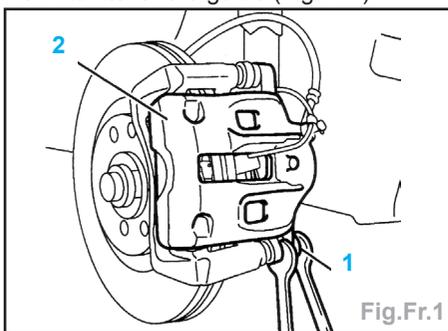

Fig.Fr.1
- Déposer la vis (1) de fixation inférieure en maintenant le guide (Fig.Fr.1).
- Reposer une vis (1) neuve (pré-enduite de frein filet) (Fig.Fr.1).